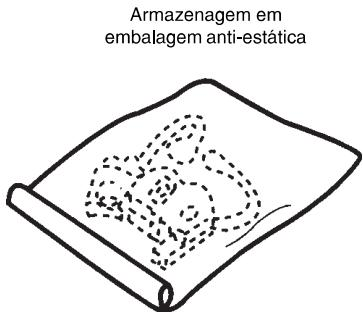

Fig. 1
- a) A unidade deve permanecer em sua embalagem anti-estática até o momento de ser usada (Fig. 1).